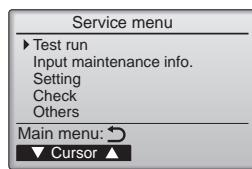

Fig. 7-3
③ Виберіть «Test run» (тестовий прогін) за допомогою кнопок [F1] або [F2], а потім натисніть кнопку  (Fig. 7-3).